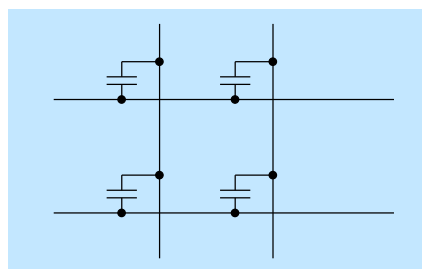

Abbildung 13: Dynamisches RAM (DRAM), sehr stark vereinfacht
4.4.4.2 DRAM Dynamisches RAM dagegen speichert in jeder Speicherzelle eine winzige elektrische Ladung in einer Art Kondensator (Abbildung 13). Ein Kondensator ist in seiner Wirkung